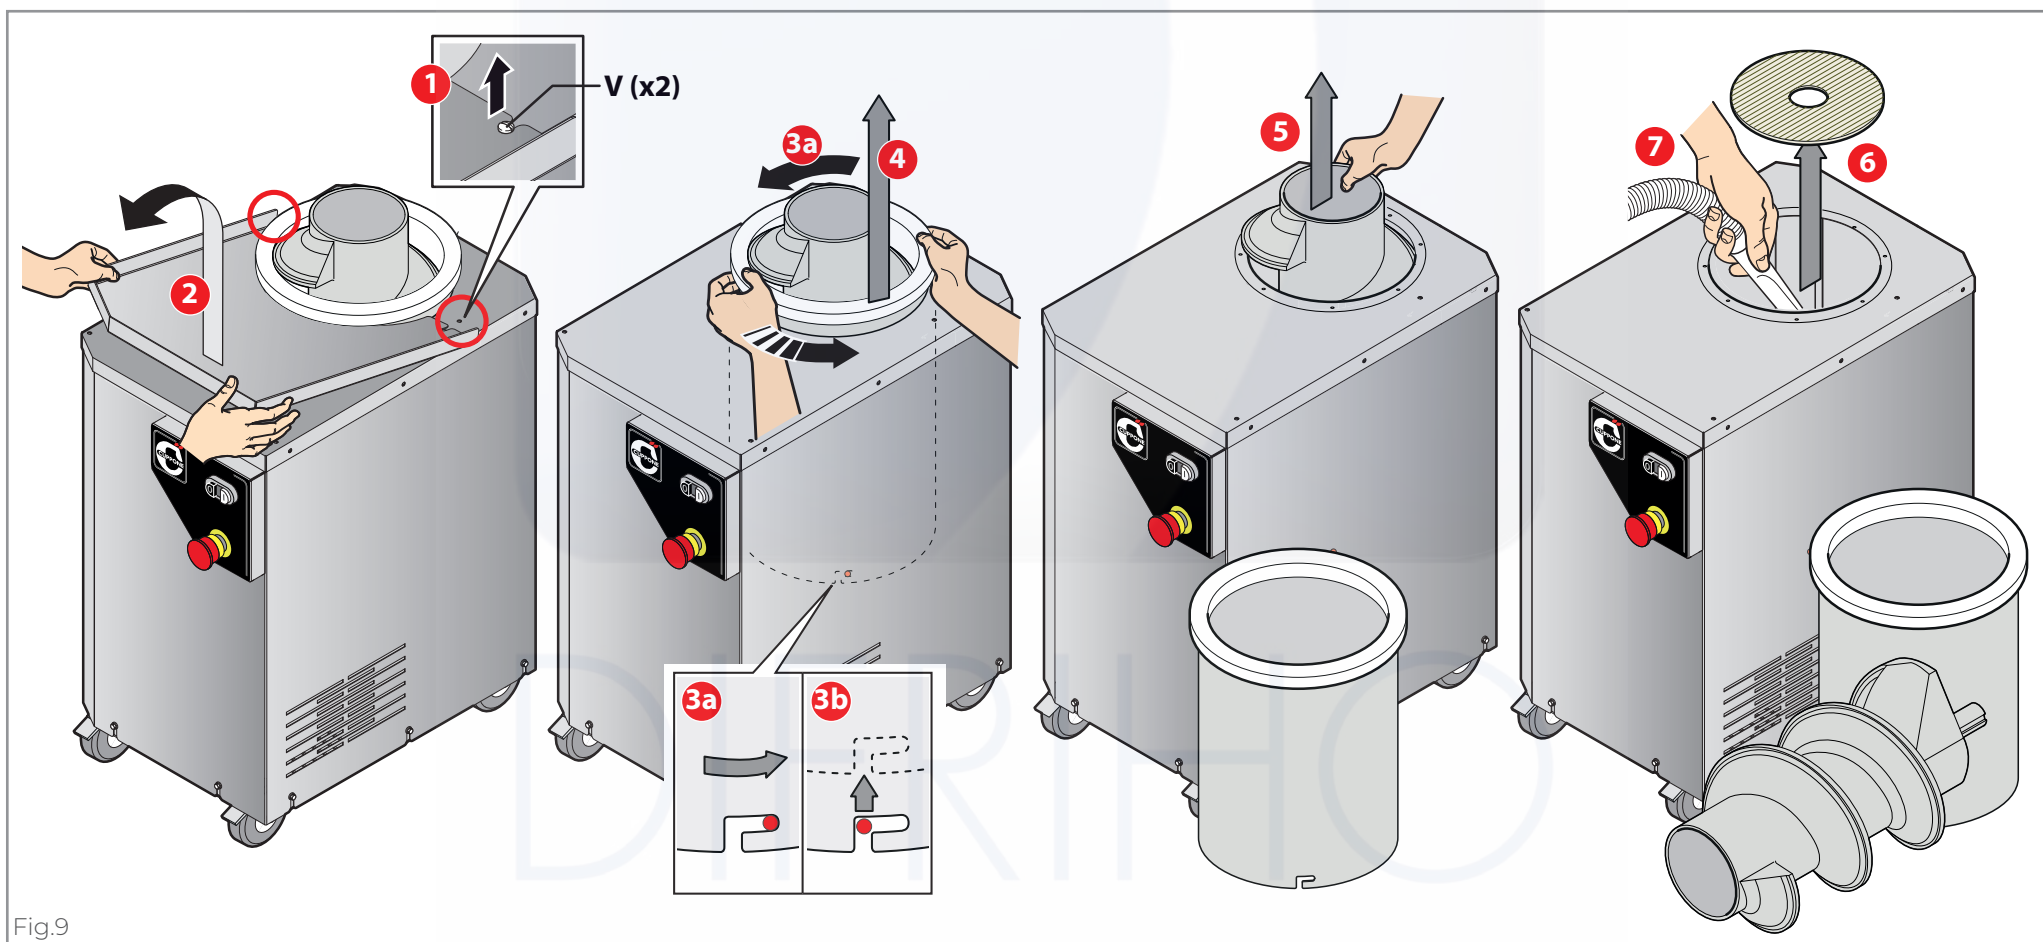

Fig.9
El disco inferior que se encuentra debajo del sinfín necesita limpiarse	Retírelo y límpielo como se indica en ► Fig.9 en la página 11
► Fig.9